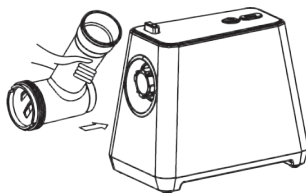

рис.1
1. Удерживая кнопку фиксатора горловины, плотно вставьте горловину в гнездо для её установки, затем поверните горловину против часовой стрелки, как указано на рис. 1, до фиксации. Отпустите кнопку фиксатора, убедитесь в надежной фиксации горловины.